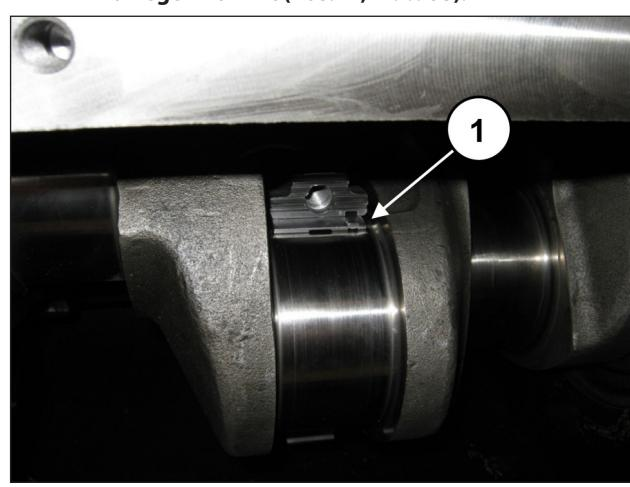

Abb. 67
Setzen Sie die oberen Lagerschalen zwischen Pleuelstange und Welle ein (Pos. ①, Abb. 67).